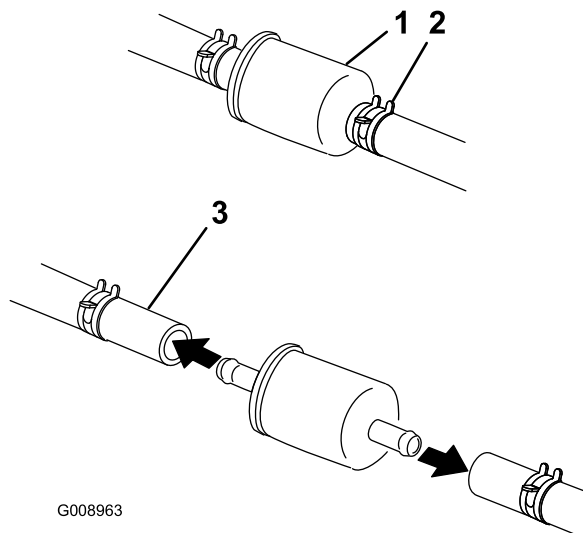

Figure 46
5. Fermez le robinet d'arrivée de carburant sous le siège (Figure 46).
6. Pincez les extrémités des colliers et faites glisser ceux-ci pour les éloigner du filtre (Figure 46).
8. Posez un filtre neuf et rapprochez les colliers de fixation du filtre (Figure 46).